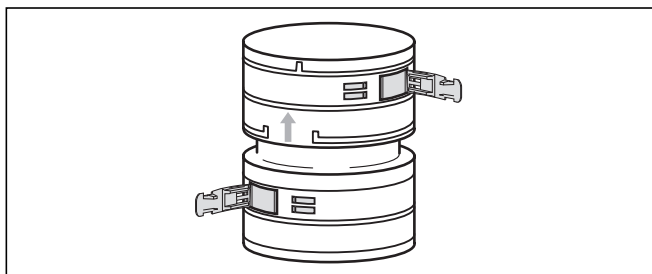
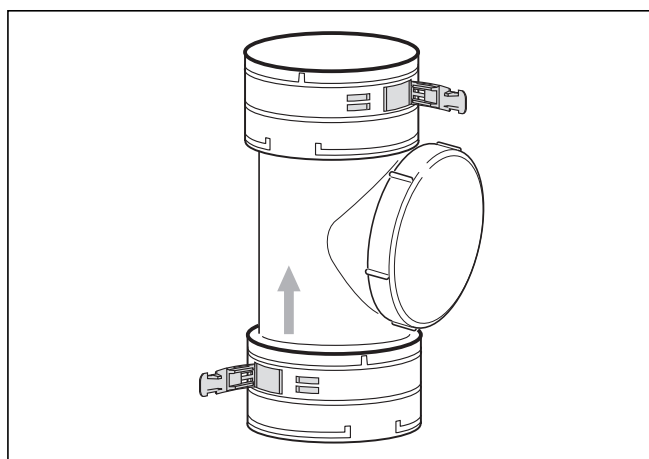

Abb. 6.65 Verbindungselement (Art.-Nr. 303518)
Abb. 6.66 Reinigungselement (Art.-Nr. 303517)
- Montieren Sie bei Bedarf zuerst Verbindungs- und Reinigungselemente (siehe Abb. 6.65 und 6.66).
Anstatt die Gesamtlänge der flexiblen Abgasleitung mit einem einzigen Stück zu überwinden, können Sie mehrere Teilstücke einsetzen und diese mit Verbindungselementen (Art.-Nr. 303518, Abb. 6.65) oder einem Reinigungselement (Art.-Nr. 303517, Abb. 6.66) verbinden.